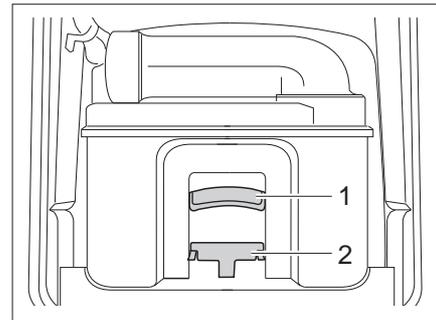

Bild 274 Thetford-Kassette
- Haltebügel (Bild 274,2) nach vorn ziehen um die Toiletten-Kassette zu entriegeln und Kassette am Griff (Bild 274,1) herausziehen.